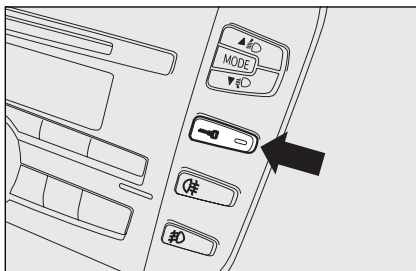

fig. 13
- ver-/ontgrendelknop **fig. 13** van de portieren op het centrale schakelaarpaneel;